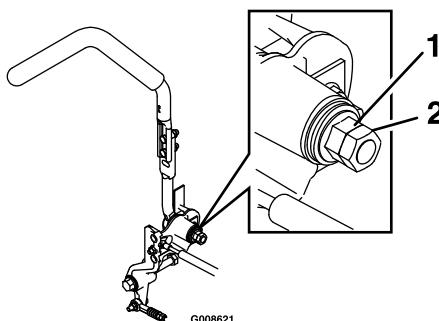

Figure 65
- Desserrez l'écrou de blocage (Figure 65).